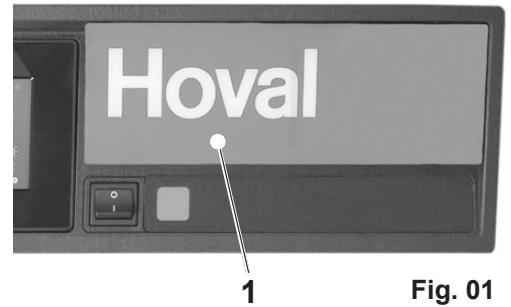

Fig. 01
2. Ouvrir le couvercle rabattable (1 Fig. 01) à droite du tableau de commande.
4. Fermer le couvercle rabattable (1, Fig. 01).